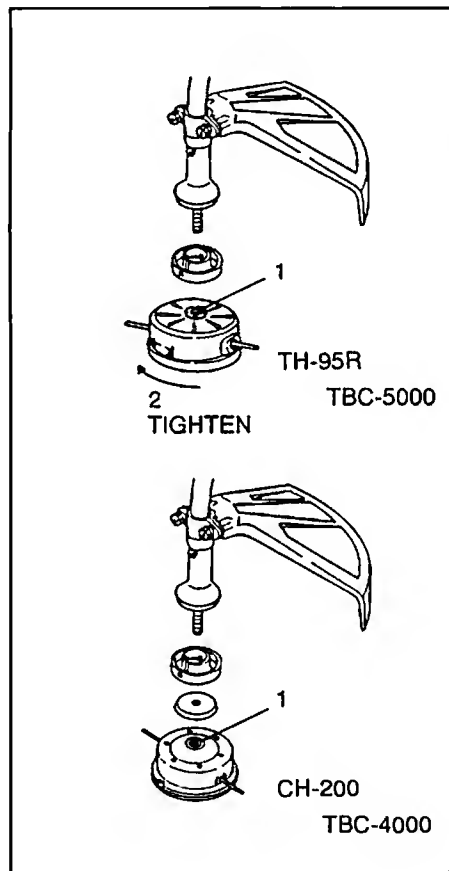

Fig. 1-9
La cubierta de seguridad debe instalarse contra la parte superior de la caja de engranajes. (Fig.1-9)
Skyddsskåpan måste monteras på den plats som ligger mot växellådans övre del. (Fig. 1-9)
(En) Installation of cutting equipment (Fig.1-9, 10, 11)
The nylon head adapter nut (1) is right hand threaded. (Fig. 1-9,10)
(Fr) Installation de l'unité de la coupe (Fig. 1-9, 10, 11)
L'écrou adaptateur de la tête de nylon (1) a le filet à droite. (Fig. 1-9,10)
(II) Montaggio del gruppo di taglio (Fig. 1-9, 10, 11)
Il raccordo filettato della testina (1) è a filetto destro. (Fig. 1-9,10)
La tuerca adaptadora del cabezal de nylon (1) tiene rosca derecha. (Fig. 1-9,10)
Montage des Schneldaggregats (Fig. 1-9, 10, 11)
Die Adaptermutter (1) des Nylonkopfs hat ein rechtsgängiges Gewinde (Fig. 1-9,10)
Montering av skärutrustning (Fig. 1-9, 10, 11)
Spännmuttern (1) för klipphuvudet av nylon är en högergångad mutter. (Fig. 1-9,10)
Montaje de la unidad de corte (Fig. 1-9, 10, 11)